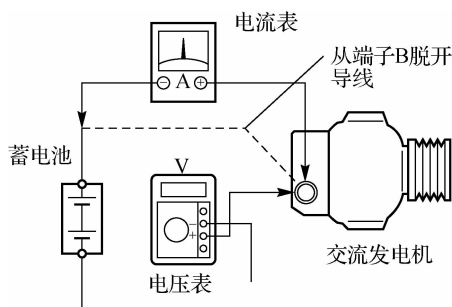

图 2-11 电压表与电流表的检测连接
(1) 如没有测试器,按如图 2-11 所示将电压表和电流表连接至充电电路。